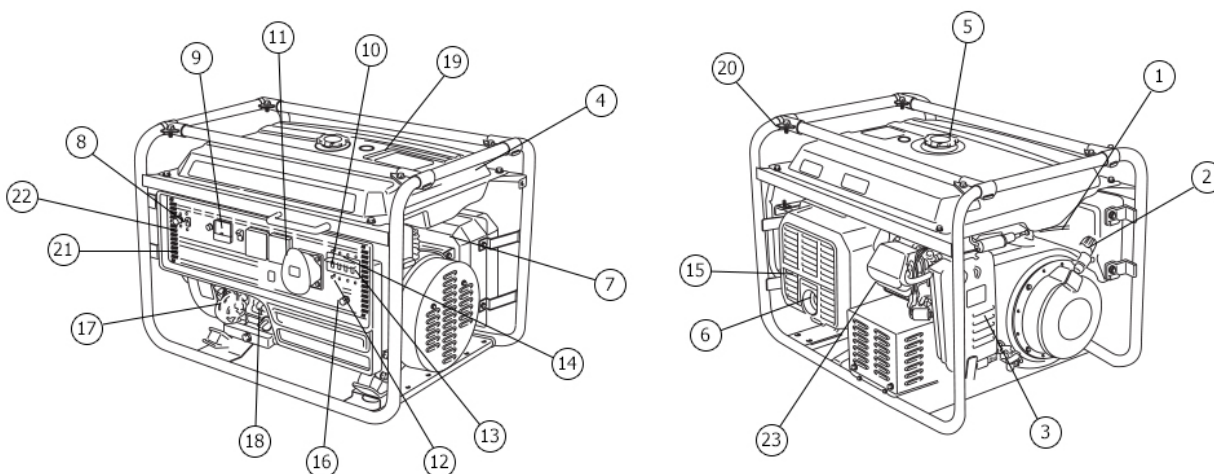

Рис. 1*
- При установке генератора следует подключить к резьбовой клемме (поз. 18) (рис. 1) проводник заземляющего устройства, удовлетворяющего требованиям раздела «Обеспечение требований безопасности».
5. Плавно вытянуть до упора трос ручного стартера за ручку (поз.2 рис.1) и вернуть в исходное положение (см. также рис.3)